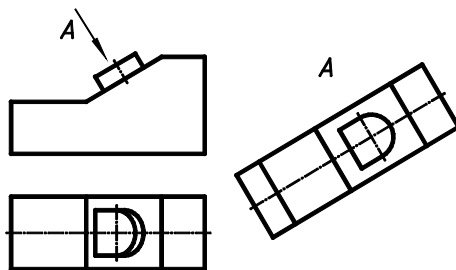
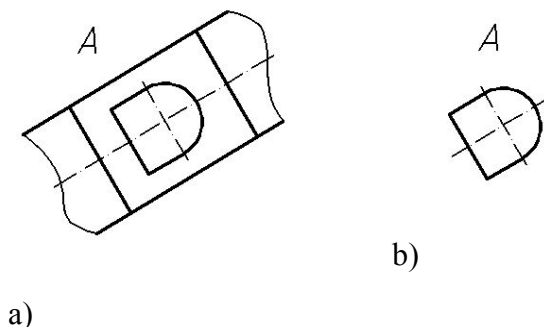
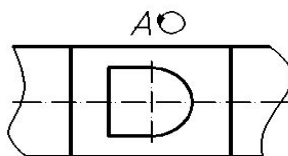

Fig. 4.6. Exemplu de vedere suplimentară
Fig. 4.7. Exemplu de vedere parțială (a) și locală (b)
Fig. 4.8. Vedere suplimentară rotită
- **vedere suplimentară**, dacă este obținută după alte direcții de proiectare decât cele menționate anterior. Indiferent de poziția ocupată pe desen, vederile suplimentare se notează, iar direcția de proiectare se indică conform fig. 4.6.
- **vedere parțială**, dacă în proiecția respectivă este reprezentată numai o parte a obiectului, limitată prin linie de ruptură. De exemplu, în fig. 4.6 vederea suplimentară completă A poate fi înlocuită cu vederea parțială A (fig. 4.7, a), fără că desenul să cedeze în explicitate.
- **vedere locală**, dacă în proiecția respectivă este reprezentat un element al obiectului, fără linii de ruptură (fig. 4.7, b).
Se admite ca vederea suplimentară să fie rotită. În acest caz la notarea acestora se adaugă simbolul \odot , cu diametrul de cel puțin 5 mm. De exemplu, vederea din fig. 4.7, a poate fi amplasată astfel (fig. 4.8):